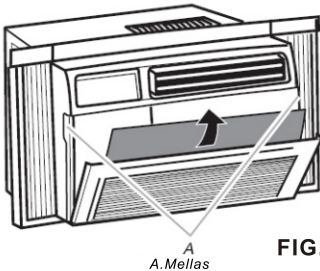

FIG. 21
1. Retire el filtro tirando de las muescas de la puerta del filtro en la parte delantera de la unidad. (Ver FIG. 21)